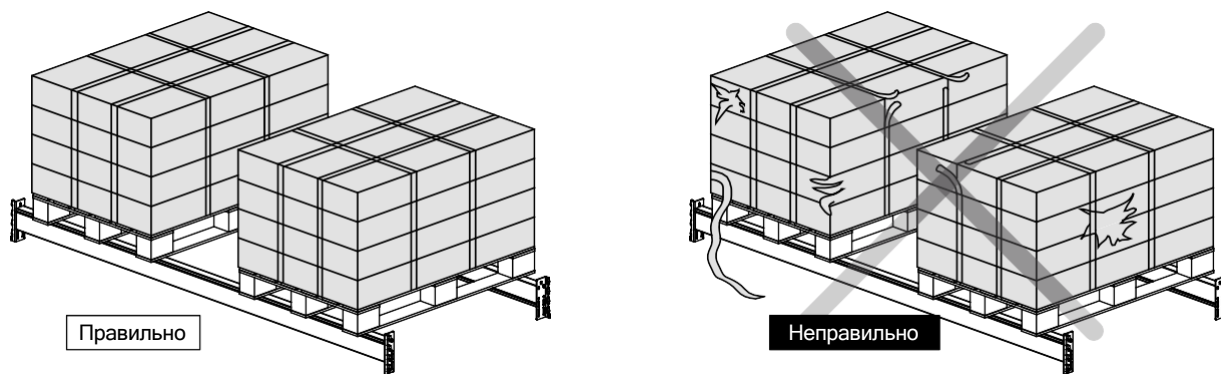

Рисунок 4 — Упаковка груза на поддоне
- элементы упаковки груза на поддоне должны быть надлежащего качества. Не допускается к транспортировке поддоны с испорченной упаковкой (например, размотанная пленка, разорванная лента и т.п.) (рис. 4);